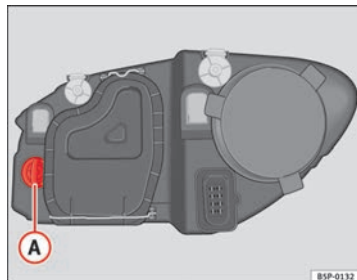

Fig. 187 Lámpara luz intermitente
- Gire el portalámparas ⇒ fig. 187 ① a la izquierda y tirar.